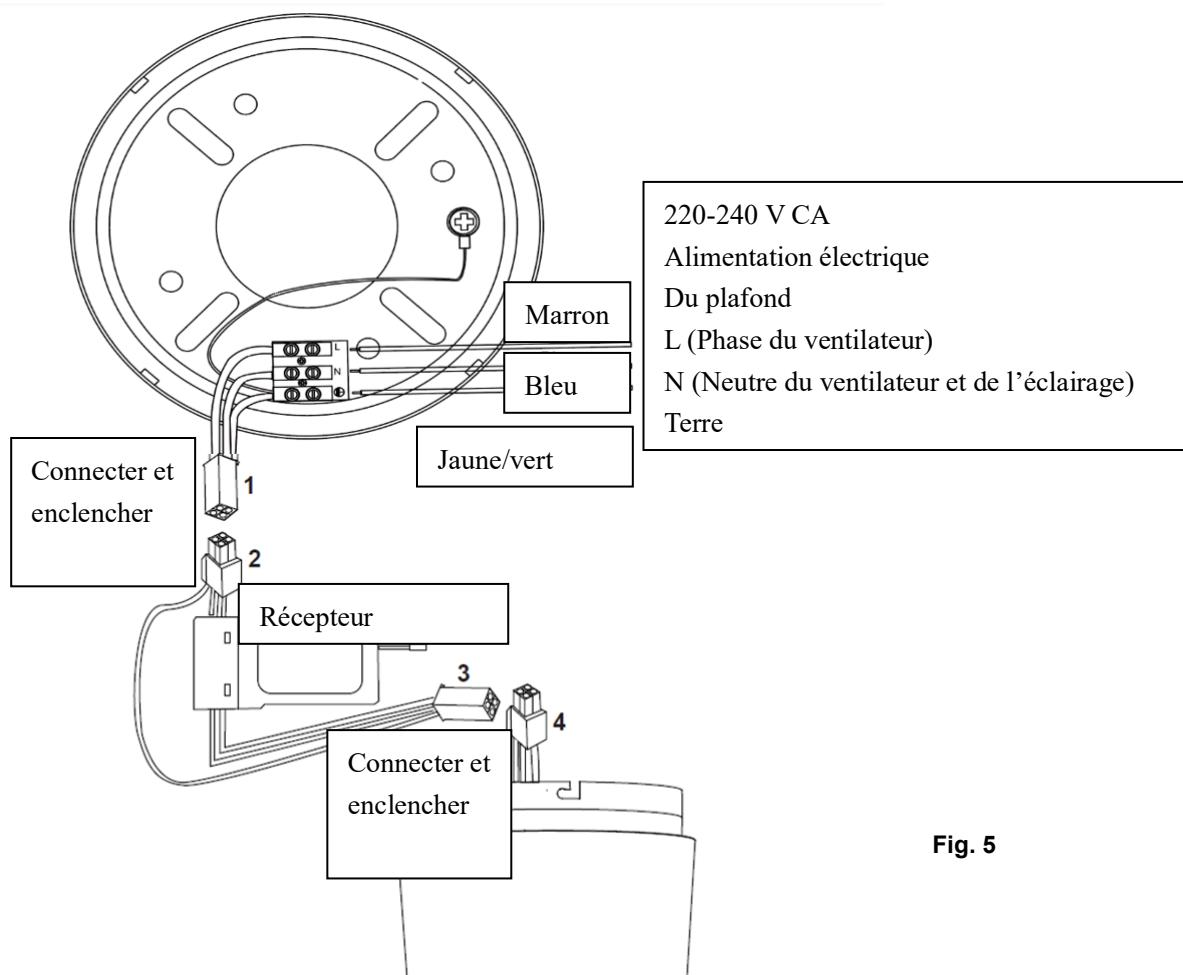

Fig. 5
SCHÉMA DE CÂBLAGE DES MODÈLES AVEC TÉLÉCOMMANDÉ (fig. 5) :
- Raccordez les fils L, N et R au bornier du support de montage de la manière indiquée sur le schéma ci-après sur la Fig. 5.
- Raccordez les connecteurs rapides du support de montage (1) et du récepteur de la télécommande (2), en veillant à bien les verrouiller.
- Raccordez les connecteurs rapides du récepteur de la télécommande (3) et du ventilateur (4), en veillant à bien les enclencher.